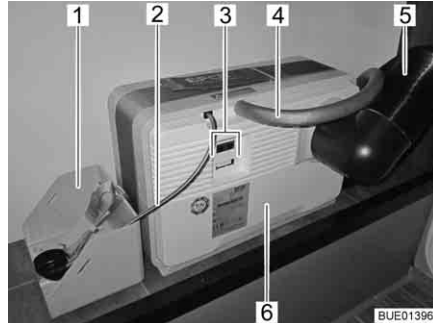
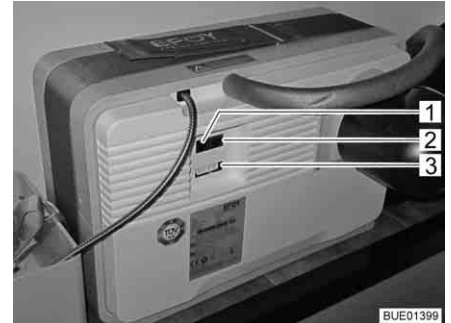
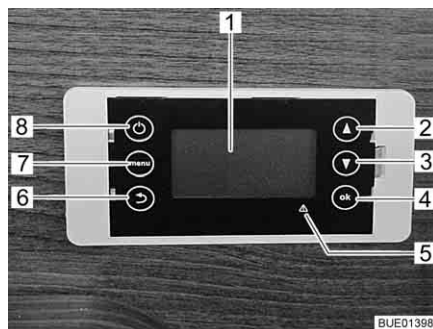

Fig. 132 Pile à combustible avec cartouche de réservoir
Fig. 133 Champ de raccordement de la pile à combustible
Fig. 134 Unité de commande de la pile à combustible
La pile à combustible se constitue de plusieurs composants qui sont intégrés dans le coffre arrière (Fig. 132), ainsi que d'une unité de commande (Fig. 134) situé dans l'espace habitable.
La pile à combustible (Fig. 132,6) comporte :
- Le raccordement du tuyau d'évacuation d'air (Fig. 132,4) ou l'orifice de remplissage du Service Fluid
- le tuyau de dissipation de la chaleur (Fig. 132,5)
- les branchements électriques (Fig. 132,3) avec interface de données (Fig. 133,2), raccordement de l'appareil (Fig. 133,3) raccordement pour le panneau de commande (Fig. 133,1)
La pile à combustible comporte une cartouche de réservoir qui est reliée à la pile à combustible (Fig. 132,6) par le raccordement du réservoir (Fig. 132,2).
La cartouche de réservoir est immobilisée dans la fixation de la cartouche (Fig. 132,1).
La pile à combustible recharge automatiquement les batteries de cellule quand la tension de ces batteries chute au-dessous de 12,3 V et quand la pile à combustible est mise en marche avec la touche Marche/Arrêt (Fig. 134,8).
L'écran (Fig. 134,1) de l'unité de commande comporte quatre lignes.
La touche de menu (Fig. 134,7) permet d'accéder au menu principal :
En cas de dérangement, l'indicateur rouge correspondant (Fig. 134,5) s'allume et un message apparaît à l'écran. Le message se compose d'un code d'erreur et de signes permettant d'éliminer le dérangement.